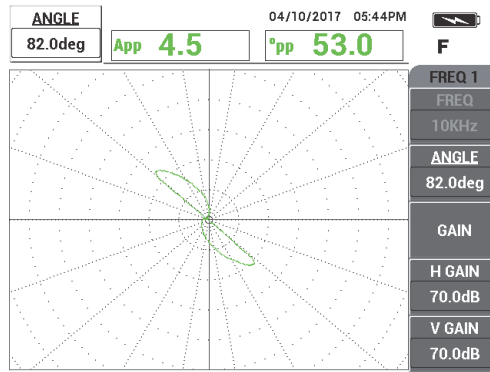

Abbildung 5-160 Signal einstellen
- Drücken Sie die Direktzugriffstaste ANGLE () und stellen Sie das Signal der Frequenz 1 (grün) ein bis das Signal des Lochs eine Phase von über 40° erreicht (siehe Abbildung 5-160 auf Seite 258).